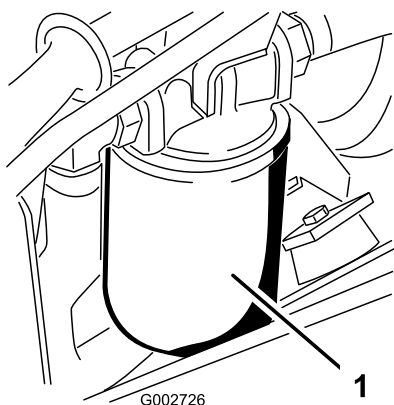

图45
4. 在位于机器左侧的液压油过滤器下方放置一个放油盘图45。
7. 安装新液压滤芯通过用手旋转新液压滤芯图45直至垫片接触滤头 然后再将滤芯旋转 3/4 圈。